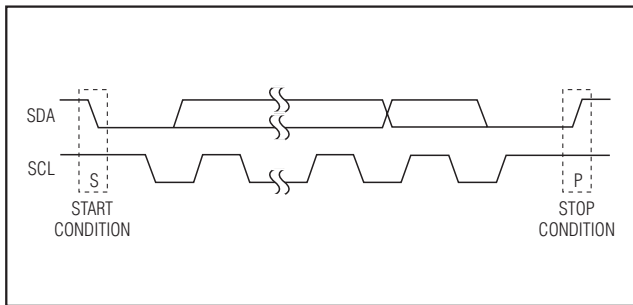

图 2. START 和 STOP 条件
每次传输过程包括：主机发送一个开始 (START) 条件，接下来发送 MAX7327 的 7 位从地址和 R/W 位，或多个数据字节，最后发送停止 (STOP) 条件终止传输 (图 2)。
串行接口空闲时，SCL 和 SDA 均保持高电平。主机通过发出 START (S) 条件指示传输开始，START 条件是在 SCL 为高时，SDA 由高至低的跳变产生的。主机完成与从机的通信时，主机发出 STOP (P) 条件，STOP 条件是在 SCL 为高时，SDA 由低至高的跳变产生的。之后，释放总线，以进行下一次传输 (图 2)。